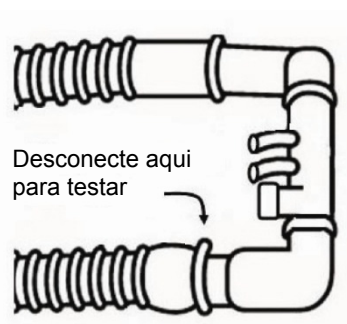

Figura 6-3: Ponto de Desconexão para Calibração
3. Desconecte o aparelho CPAP Nasal do paciente e desconecte o ramo expiratório do circuito na conexão em Y do paciente. (Consulte a Figura 6-3)